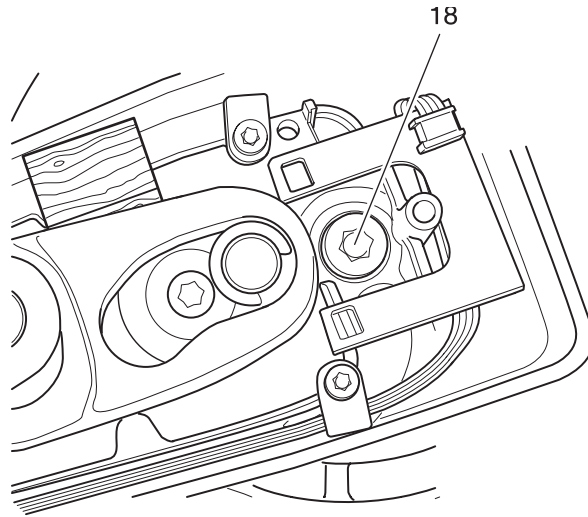

Fig. 5d
- Den Ironnette einschalten, die Kurbel aus der Abhebestellung vorlaufen lassen, bis die Stellung in der Kurbelführung erreicht ist, wie in Fig. 5d.